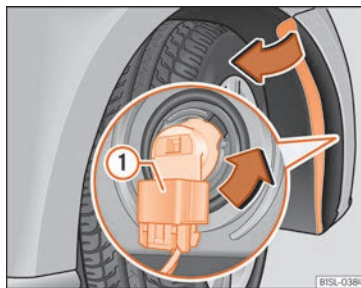

Fig. 51 Cambio de las lámparas de los faros.
- Desbloquee el conector »» **fig. 51** **1** y retírelo.
- Gire el portalámparas »» **fig. 51** en la dirección de la flecha, **en sentido contrario a las agujas del reloj** hasta el tope y extráigalo junto con la lámpara retirándolo hacia atrás.